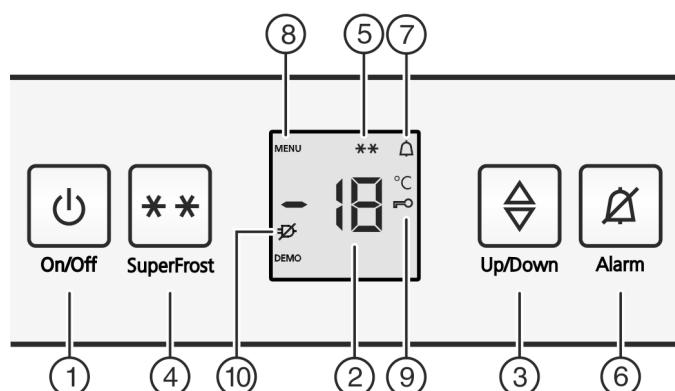

Fig. 2
- Symbol SuperFrost Fig. 2 (5) bliká společně s ukazatelem teploty.\*
- Stiskněte tlačítko On/Off Fig. 2 (1).
- Zapnutí seřizovacího režimu: Stiskněte tlačítko SuperFrost Fig. 2 (4) asi na 5 sekund.
- Na displeji se zobrazí Symbol menu Fig. 2 (8).
- Potvrďte krátce tlačítkem SuperFrost Fig. 2 (4).
► Na displeji svítí Symbol dětské pojistiky Fig. 2 (9).
- Stiskněte krátce tlačítko On/Off Fig. 2 (1).
► Na displeji se zobrazí Symbol menu Fig. 2 (8).
► Symbol dětské pojistiky Fig. 2 (9) zhasne.
- Stiskněte tlačítko Alarm Fig. 2 (6).
Současně bliká ukazatel teploty a symbol Alarm Fig. 2 (7).
Výstražný bzučák se vypne automaticky, symbol Alarm Fig. 2 (7) se vypne a ukazatel teploty přestane blikat, když je teplota zase dostatečně nízká.